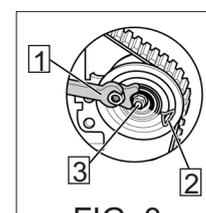

FIG. 3
- 7 *Motores TDi*: Girar el tensor hacia la izquierda con la llave de dos tetones (1) [FIG. 3] o con una llave allen, hasta sacar el pasador de bloqueo (2) [FIG. 3].
- 8 *Motores TDi*: Girar el tensor con la llave de dos tetones (1) [FIG. 3] o con una llave allen, hacia la derecha hasta que el índice quede alineado con la muesca [FIG. 4].